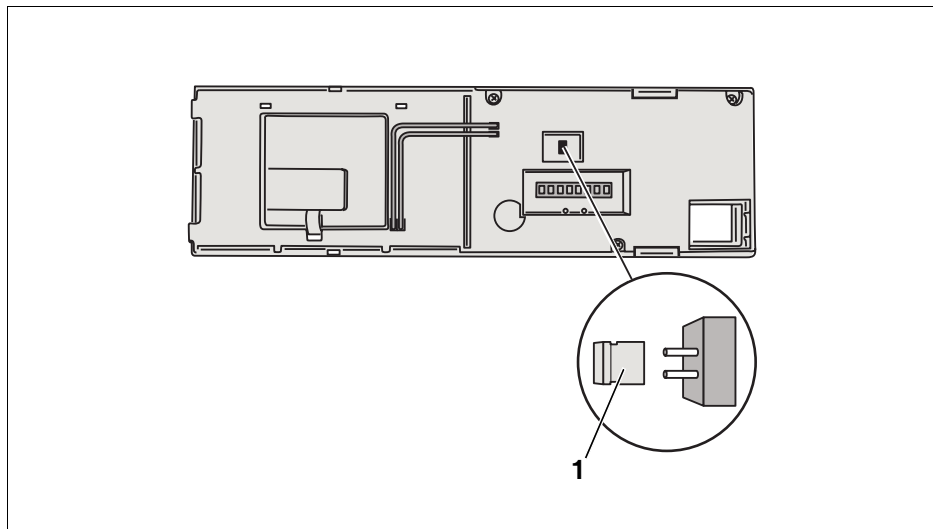

Abb. 25 Rückseite des Bedienmoduls BM10
- Jumper (Abb. 25, **Pos. 1**) auf der Rückseite des Bedienmoduls BM10 entfernen. Wird der Heizkessel auf Flüssiggas umgestellt, erst das Gas-Luft-Verhältnis kontrollieren.